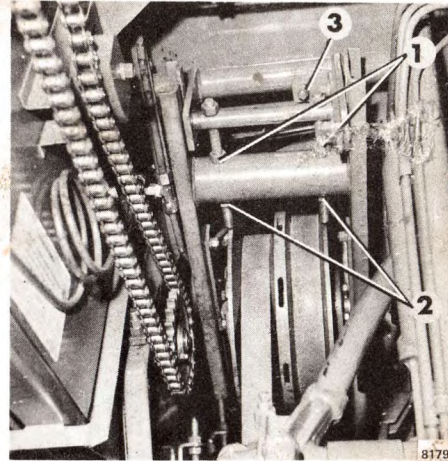
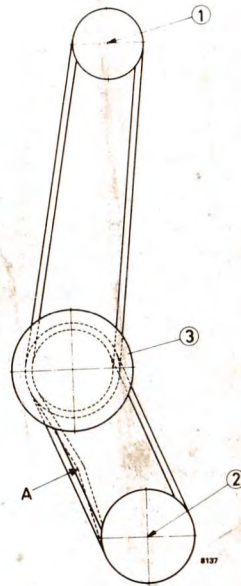

Fig. 24.
Fig. 25.
4. Låsemøtrikkerne 1, fig. 24 på spændeskruerne løsnes. Forskyd variatoren ved at justere med spændemøtrikkerne 2, højst to omgange. Remmene køres rundt med startmotoren mindst to omgange, hvorefter ny justering med stilleskruen foretages, højst to omgange o.s.v., indtil rigtig remspænding er opnået. Remmens nederste halvdel skal med en kraft på 13 kp. kunne løftes højst 20 mm. Fig. 25.
5. Lås møtrikkerne på spændeskruerne. Når justerskruernes hele længde er udnyttet kan spændeanordningen flyttes fremad til næste hul i variatorgaffelen. Justering af variatorens vandrette stilling sker med stilleskruen 3, fig. 24 samt med spændemøtrikkerne 2.